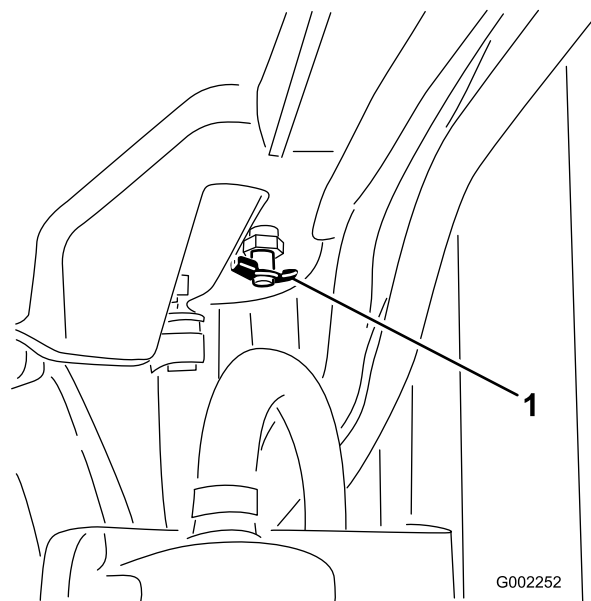

Figura 53
4. Abra o tampão do radiador (Figura 53) e deixe escorrer o líquido de arrefecimento para o recipiente.